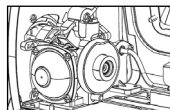

Bild 3
3. Kontrollera ytan på gaspatronshållaren för främmande föremål (magnetiskt damm, etc.) och ta bort dem med tejp om det behövs [Bild 3].